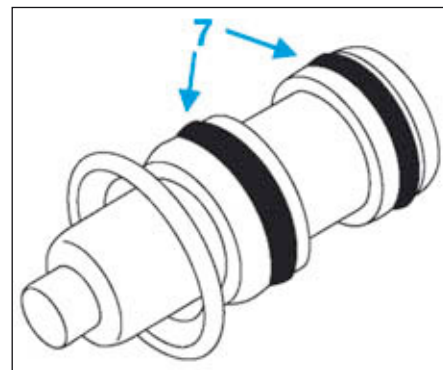

FIG.11
- Enduire de graisse fournie avec le kit après-vente les deux joints d'étanchéité (7) (Fig.11) du piston.